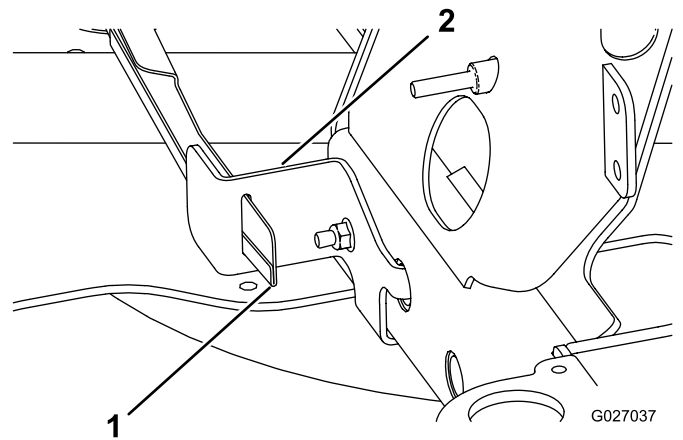
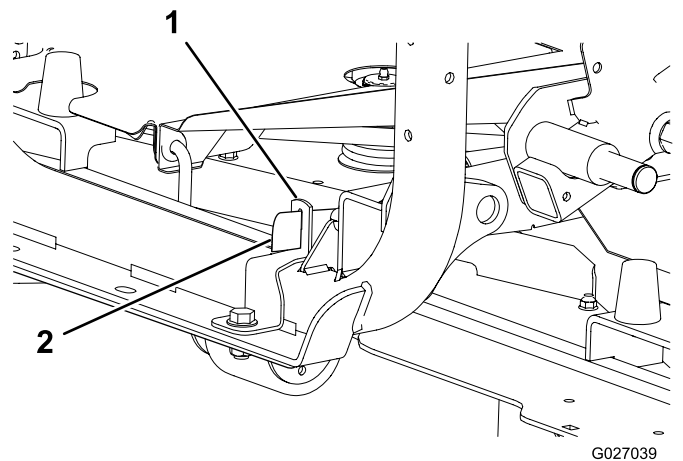

Figure 26
Figure 27
2. Insérez la protection de l'arbre d'entraînement dans la fente du support que vous avez monté à la procédure 11 Montage du support de la protection (page 9) ; voir la Figure 26 ou Figure 27.